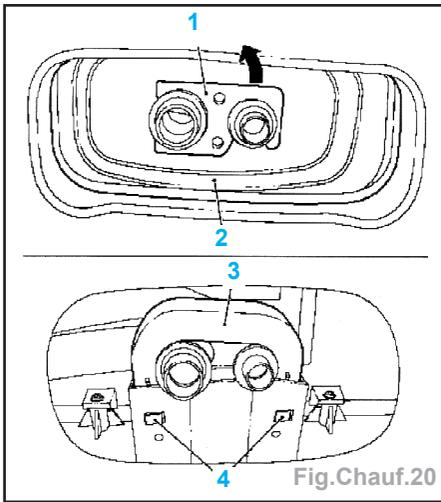

Fig. Chauff.20
- Déposer la plaque de retenue (TXV) (1) et le passe-fil en caoutchouc (2) (Fig. Chauff. 20).